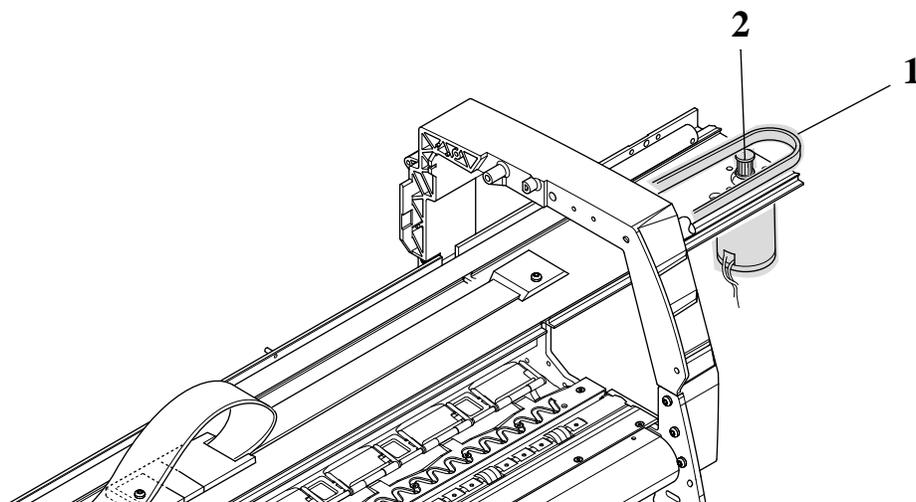

Figura 45: Conjunto do carro e correia
10. Remova a correia (item 1) da polia do motor da correia (item 2) na direita da Impressora (consulte a Figura 45)